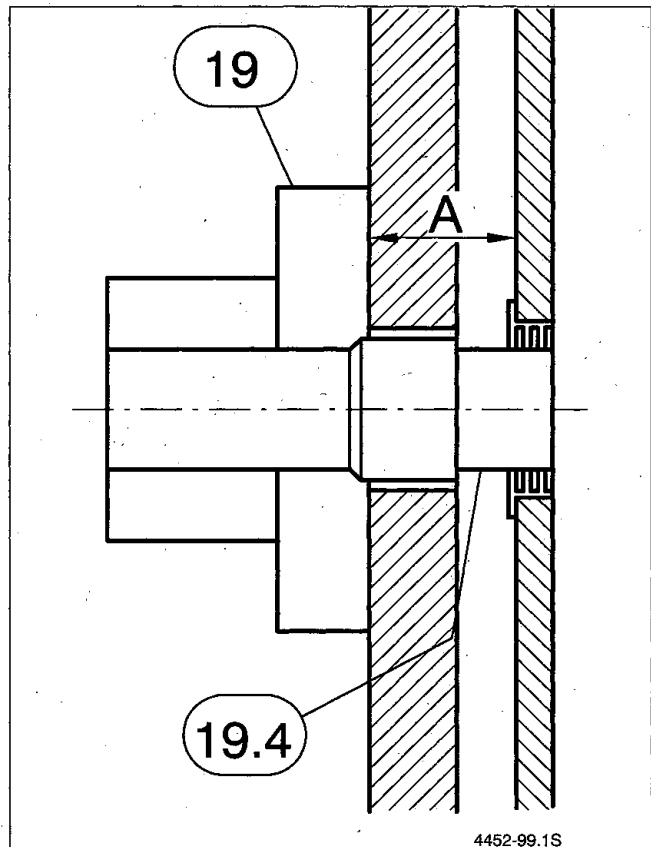

Bild 17
c) bei Keramikrohr Fabr.-Wienerberger (Bild 17):